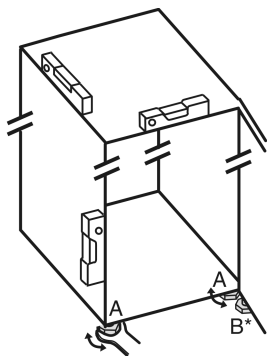

Fig. 2
- ▶ Nóżki Fig. 2 (A) wykręcić przy pomocy dołączonego klucza płaskiego oraz wyrównać przy pomocy poziomicy, aż urządzenie będzie ustawione stabilnie i równo.
- ▶ Nóżkę Fig. 2 (B) wykręcić z dolnej płytki zawiasu przy pomocy dołączonego klucza płaskiego, aż będzie przylegać do podłoża.
- ▶ Nóżkę Fig. 2 (B) obrócić o 90°.